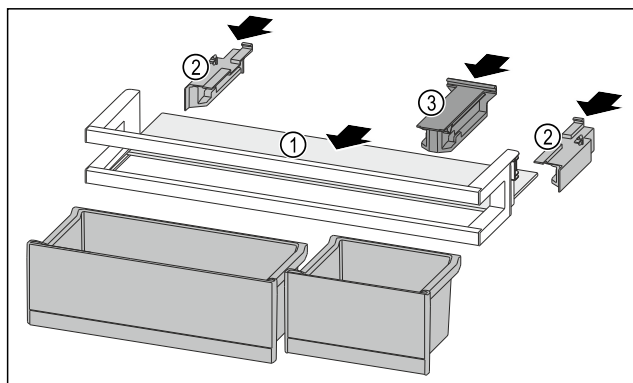

Fig. 174
- Odkládací plochu Fig. 174 (1) zasuněte do bočních vybrání.
- Boční díly Fig. 174 (2) vložte.
- Držák Fig. 174 (3) vložte.